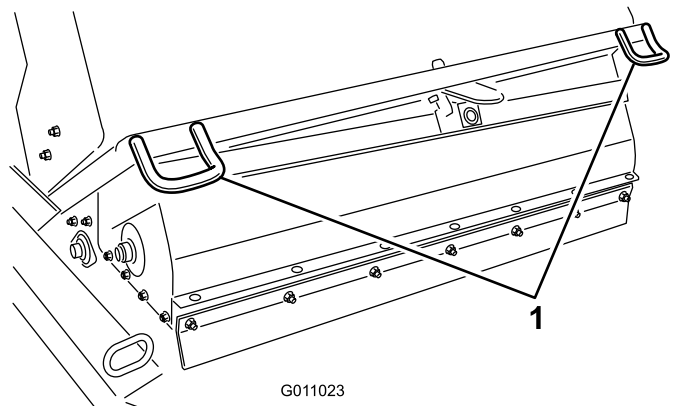
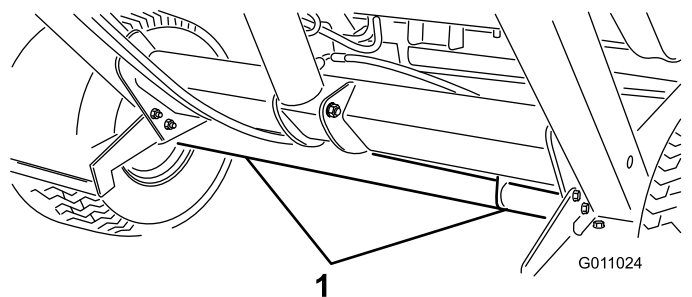

Figura 30
Figura 31
- Para transportar la barredora, utilice los puntos de amarre para sujetar la parte delantera de la máquina (Figura 30) y el eje (Figura 31) para sujetar la parte trasera de la máquina al remolque.